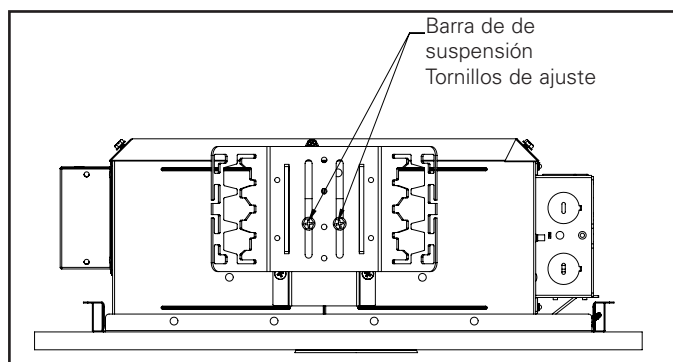

Figura 6
- El soporte para la barra de suspensión debe ajustarse según sea necesario (tornillos, consulte la Figura 6).